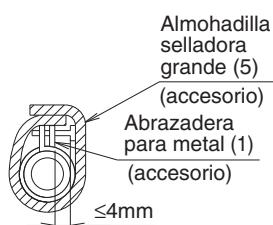

Fig. 12
De acuerdo con la figura siguiente, ásile la abrazadera metálica (1) y la manguera de desagüe (2) utilizando la almohadilla selladora grande incluida (5). (**Refiérase a la Fig. 12**)